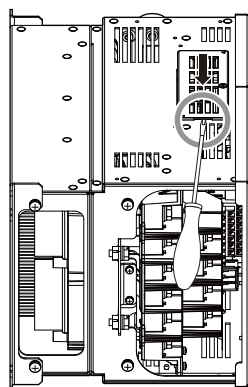

图 67 接口外罩的拆卸
3. 将一字螺丝刀插入图 67 中所示的凹处，向图 67 的箭头方向拉动接口外罩，将其从变频器上拆下。